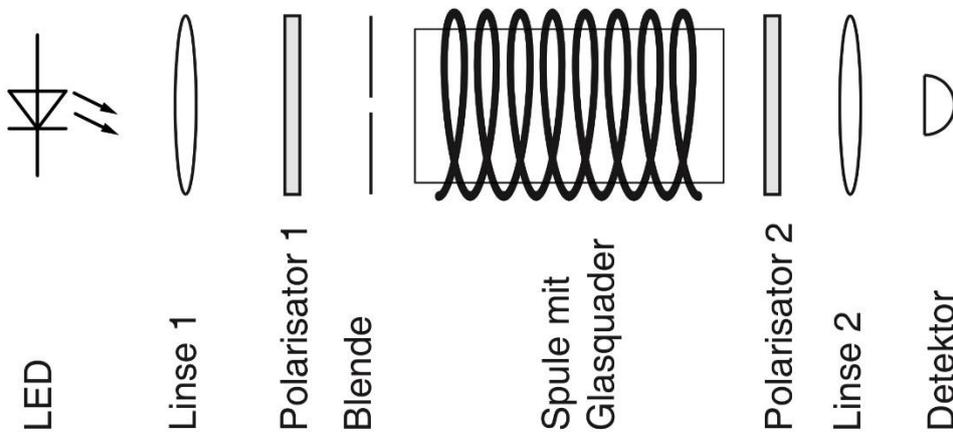

Abb. 1: schematischer Versuchsaufbau
4. Bauen Sie die Versuchsanordnung zur Messung der FARADAY-Rotation gemäß Abb. 1 auf. Erzeugen Sie einen möglichst perfekten Parallelstrahl und reduzieren Sie dessen Durchmesser soweit, dass innerhalb des Glaskörpers keine Lichtreflexionen an Glasquaderlängsseiten auftreten können. Vorzugsweise messen Sie gleichzeitig das DC-Signal mit einem Multimeter und das AC-Signal mit einem Oszilloskop (Tiefpassfilter) in Parallelschaltung beider Messgeräte.